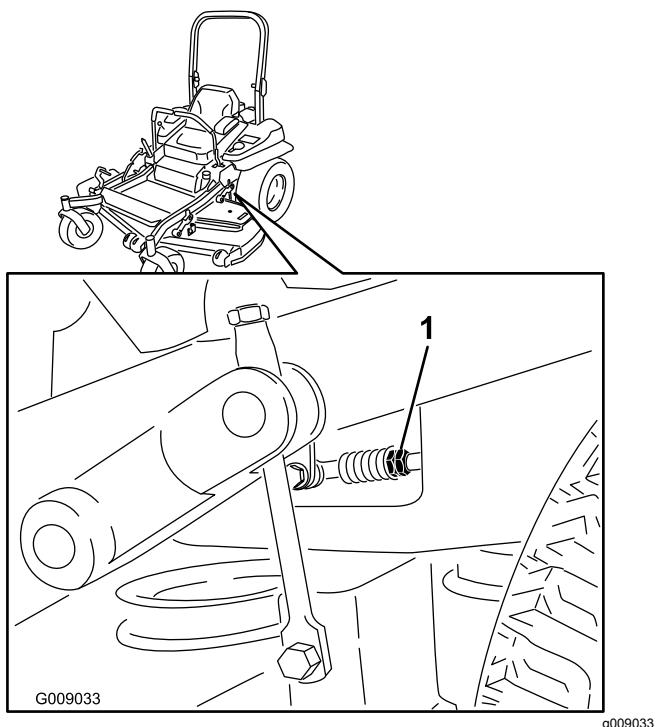

Figure 87
- Réglez la longueur des tiges de pompes en tournant les doubles écrous dans le sens voulu jusqu'à ce que les roues tournent légèrement en marche arrière (Figure 87).